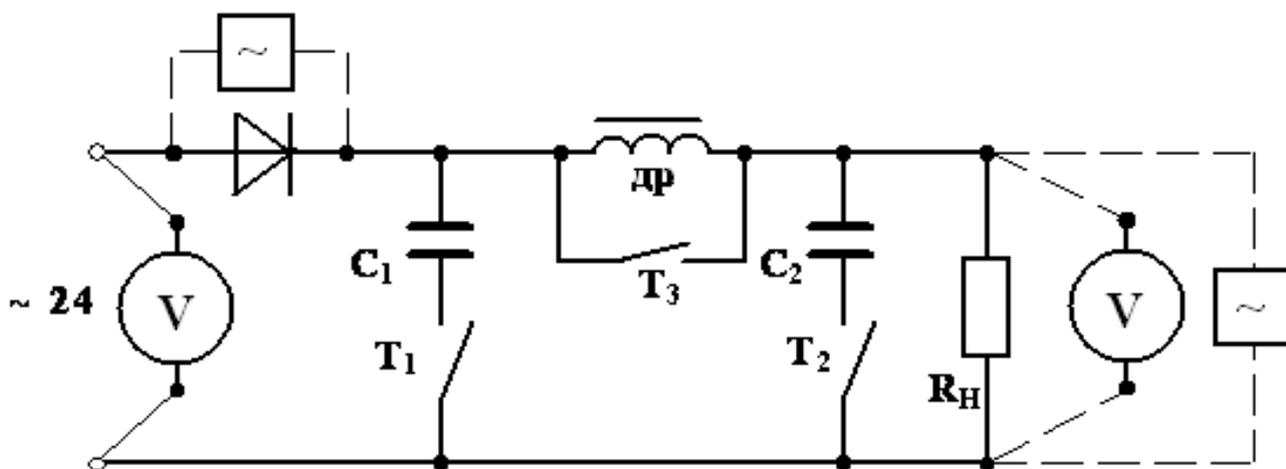

Рис. 6.9. Однополупериодная схема выпрямления
2. Используя один из четырех вентилях, имеющихся на панели блока вентилях, соберите цепь, изображенную на рис. 6.9, и предъявите цепь для проверки преподавателю.